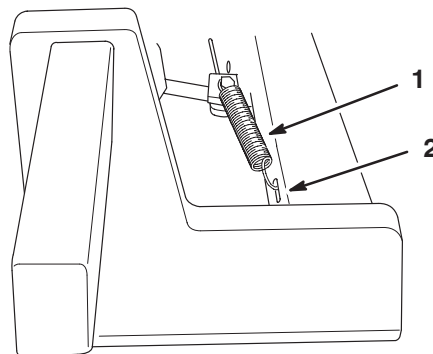

Figure 3
6. Enlevez les goupilles fendues des axes de chape maintenant les supports et chapes de frein ensemble, et débarrassez-vous des goupilles fendues. Tout en maintenant l'axe de chape en place, montez l'extrémité courte du ressort dans l'orifice de l'axe de chape afin de retenir les pièces ensemble. Accrochez l'autre extrémité des ressorts dans les fentes des bras de levage (Fig. 3).